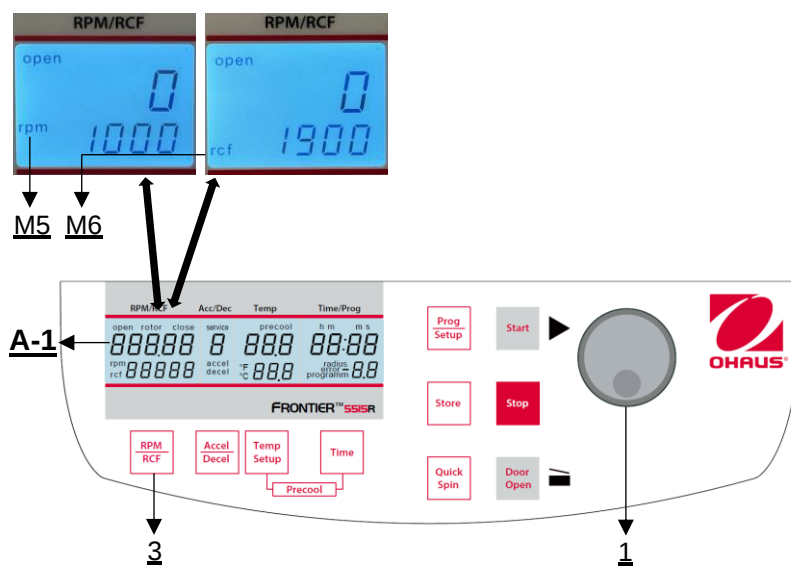

Figura 15
La preselezione viene attivata tramite il tasto **"RPM | RCF"** (3) (vedere Figura 15). Premendo una volta il tasto lampeggia la parola **"rpm"** (M5). Premendo due volte il tasto è possibile la preselezione delle forze centrifughe. Appare quindi la parola lampeggiante **"rcf"** (M6). È possibile impostare i valori desiderati con la manopola di regolazione (1). Sul display (A-1) il valore regolato è visualizzato in modo permanente, prima, durante e dopo la corsa.